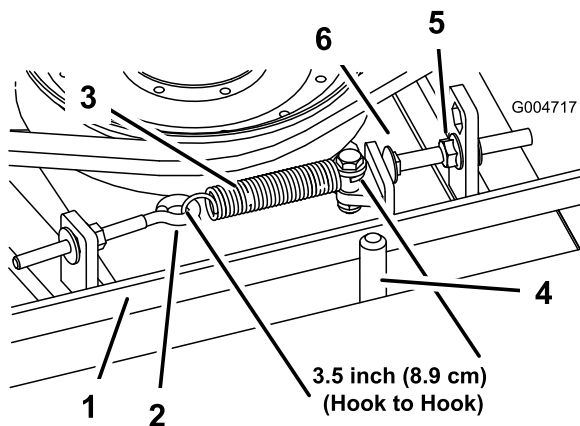

Figure 94
Lorsque le ressort d'extension est correctement tendu, l'intérieur doit mesurer (d'un crochet à l'autre) entre 8,3 et 9,5 cm. Lorsque le ressort est correctement tendu, ajustez le boulon de butée (boulon de carrosserie) jusqu'à obtention d'un jeu d'environ 2 à 5 mm entre la tête du boulon et le bras de tension (Figure 94).
Remarque: La courroie doit être placée du côté ressort du guide (Figure 94).
2. Desserrez le boulon à œil pour pouvoir enlever le ressort d'extension (Figure 94).
3. Desserrez l'écrou à embase qui fixe le boulon de butée à la patte de montage, et écartez la poulie de tension de la courroie pour détendre cette dernière (Figure 94).
9. Raccrochez le ressort d'extension (Figure 94) au boulon à œil et tendez la courroie comme suit :